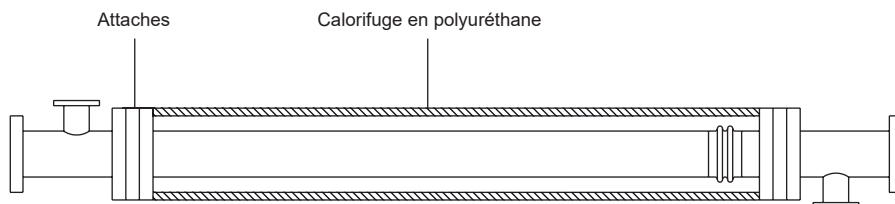

Fig. 11 -
- 4.10** Pour protéger le joint de dilatation des dommages extérieurs et optimiser la consommation d'énergie, il est conseillé d'utiliser une enveloppe isolante en polyuréthane, comme le montre la figure 11.